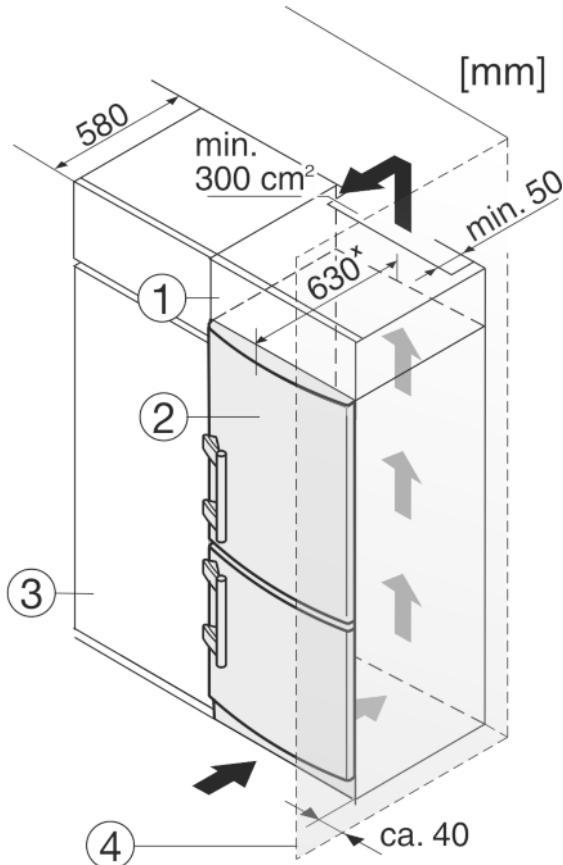

Fig. 9
Das Gerät kann mit der Kücheneinrichtung umbaut werden. Um das Gerät Fig. 9 (2) der Küchenzeilenhöhe anzugleichen, kann über dem Gerät ein entsprechender Aufsatzschrank Fig. 9 (1) angebracht werden.
Beim Umbau mit Küchenschränken (Tiefe max. 580 mm) kann das Gerät direkt neben dem Küchenschrank Fig. 9 (3) aufgestellt werden. Das Gerät steht seitlich 34 mm\* und in der Gerätemitte 50 mm\* gegenüber der Küchenschrankfront vor.
Wenn das Gerät mit den Scharnieren neben einer Wand Fig. 9 (4) aufgestellt wird, muss der Abstand zwischen Gerät und Wand mindestens 40 mm betragen. Dies entspricht dem Griffüberstand bei geöffneter Tür.